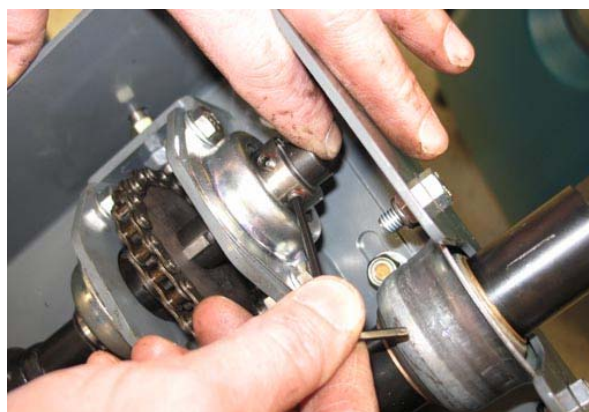
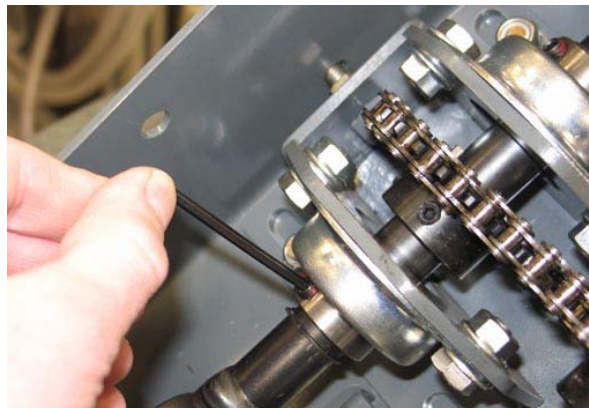

FIG. 48
FIG. 49
9. Poussez le support de plaque soudée/les paliers à bride fermement contre le circlip supérieur et serrez les vis de réglage dans les paliers à bride supérieur et inférieur. Serrez les vis de réglage à 8,1-10,8 N.m/ 72-96 lb po. (Figure 48/Figure 49)